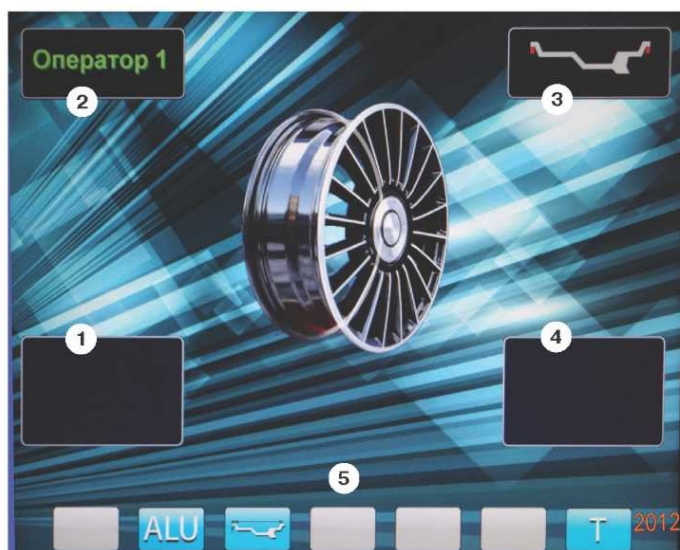
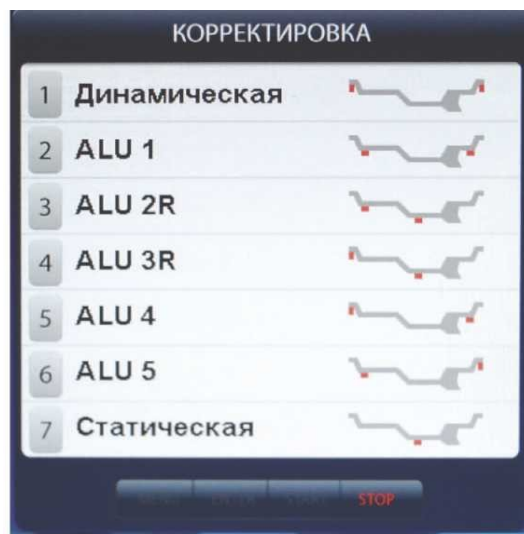

рис.8.2.
рис.11.3.
8.3. После включения питания СБ на экране монитора отображается фирменная заставка, которая через несколько секунд сменяется отображением экрана основного рабочего режима (рис. 8.2).
Для выбора схем расположения грузов в программах «ALU1-ALU5» необходимо, находясь в режиме основного рабочего экрана, нажать кнопку «ALU», при этом открывается окно схем установки грузов, отмеченных номерами рис.11.3. Если после введения размеров колеса установился экран ввода геометрических параметров, необходимо перейти в экран основного рабочего режима нажатием кнопки «STOP». Для выбора нужной схемы нажмите кнопку верхнего ряда клавиатуры с соответствующим номером. Выбранная схема установки грузов отображается в окне 3 экрана основного рабочего режима (рис. 8.2).
12.2. При включении СБ программа измерения дисбаланса настраивается таким образом, что дисбаланс менее 5г (заводская установка) на любой плоскости коррекции не показывается, в этом случае в окнах 1 и 4 (рис. 8.2) высвечиваются «OK». Минимальный дисбаланс, отображающийся в окнах 1 и 4, равен 5г. Дисбаланс, превышающий 5г, округляется до величины кратной 5, т. е. дисбаланс 9, 10, 11 и 12 г отображается цифрой 10, дисбаланс 13, 14, 15, 16 и 17 г - цифрой 15 и т. д. Для просмотра неокругленного значения дисбаланса или дисбаланса менее 8г. необходимо нажать кнопку «<<», при этом в окнах 1 и 4 на 2-3 сек высвечиваются фактические значения дисбаланса, определенные в данном запуске.
12.3.4. Для проверки результатов балансировки снова запустите СБ. Если колесо отбалансировано правильно, на индикаторах 1 и 4 (рис. 8.2.) отображаются символы «ОК».